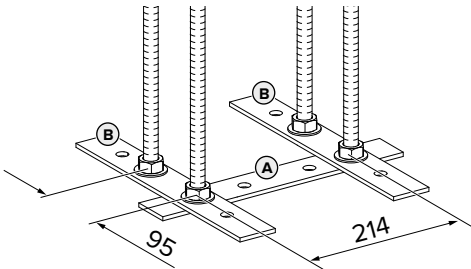

Fig. 1: Dimensioni [mm]
- ▶ Inserire le aste filettate negli acciai piatti tenendo conto delle dimensioni in Fig. 1. Assicurarsi che l'acciaio piatto (A) e gli acciai piatti (B) siano disposti ad angolo retto (90°).